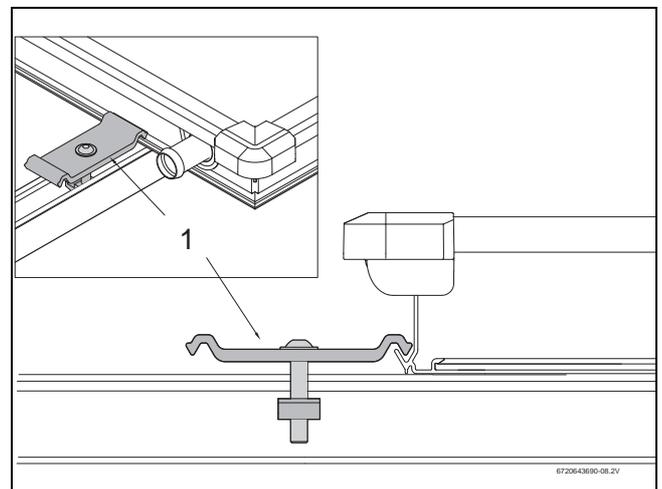

Fig. 66 Montar o fixador de colector duplo
- ▶ Colocar o fixador de colector duplo com a porca encaixada no perfil (Fig. 66, [1]).